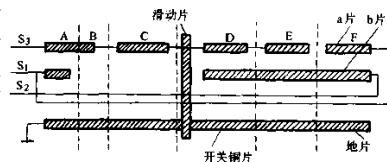

图 6-11 状态开关示意图
(1) 结构。状态开关又称状态指示开关或方式选择开关, 这是一个特殊开关, 状态开关装在底板的下面。如图 6-11 所示是状态开关示意图。